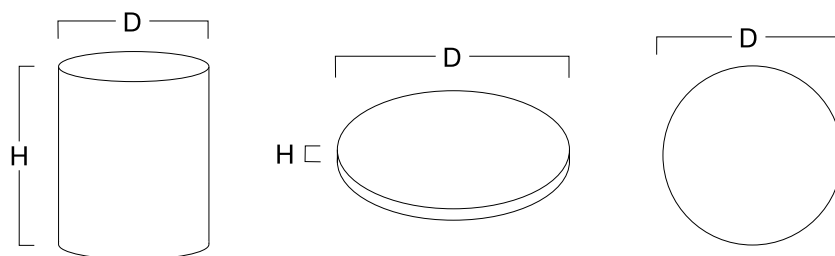

Figura 2: Cilindro, disco y esfera
1. Con el *calibrador*, medir seis veces la altura H del cilindro, y con el *tornillo micrómetro* medir seis veces su diámetro D (figura 2).
1. Con el *calibrador*, medir seis veces el diámetro D del disco, y con el *tornillo micrómetro* medir seis veces su altura H (figura 2).
1. Con el *tornillo micrómetro*, medir seis veces el diámetro D de la esfera (figura 2).